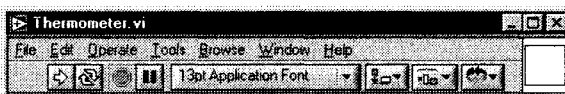

Рис. 5.23
3. Создайте соединительную панель, щелкнув правой кнопкой мыши в поле иконки и выбрав опцию **Показать соединительную панель**. Поскольку есть только один элемент отображения на лицевой панели, то и поле будет иметь только один терминал, который появится в виде окна белого цвета (рис. 5.23).